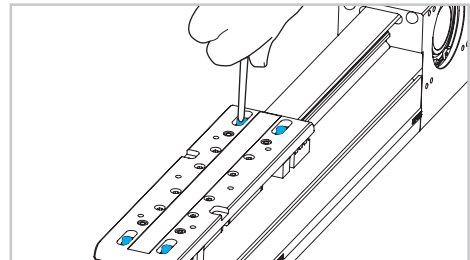
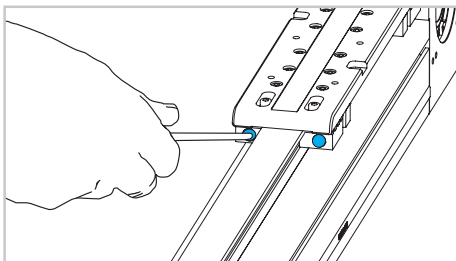
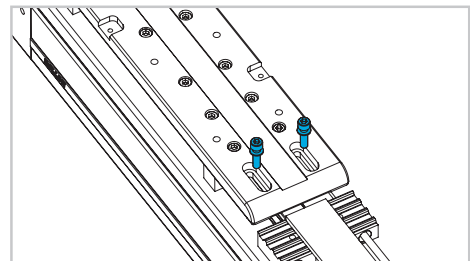
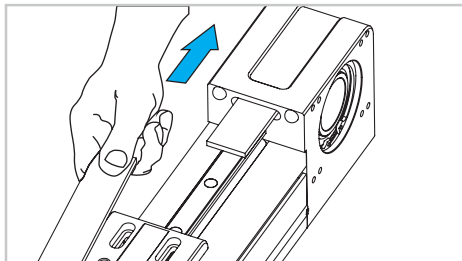

Fig. 4
Fig. 3
Fig. 5
Fig. 6
- 2) Retirer le système de tension de la courroie en desserrant les vis verticales et horizontales du chariot (Fig. 3 - Fig. 4 - Fig. 5)
- 3) Libérer la courroie des deux côtés du chariot (fig. 5) et la tirer (fig. 6). Pour le remontage de la courroie, réaliser ces opérations dans l'ordre inverse.